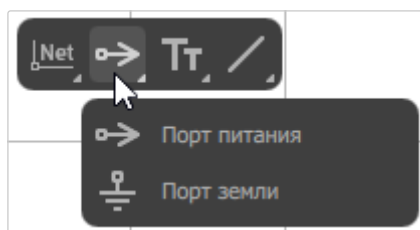

Рисунок 62. Инструменты «Порт питания» и «Порт земли» на панели инструментов
- 2) В раскрывшемся списке выбрать инструмент «Порт питания» или «Порт земли» (см. рисунок 62).